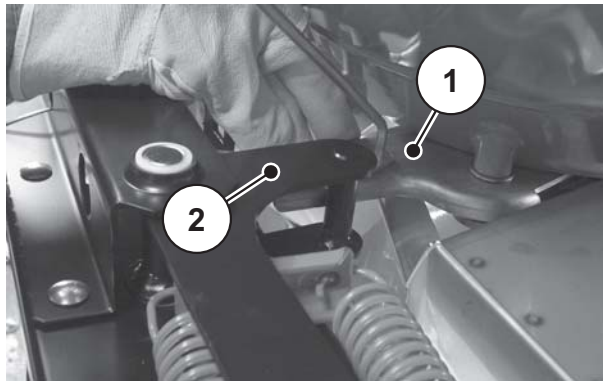

Figura 9.6: Tirare il dosatore fino a battuta
18. Tirare il dosatore [1] a mano fino a battuta [2] (vedere Figura 9.6).